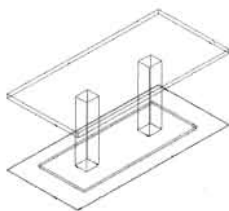

图 13-100
(6) 选中绘制的第一长方体, 然后单击“修改”工具栏中的“移动”按钮, 将其向上移动 680mm, 如图 13-100 所示, 命令执行过程如下。